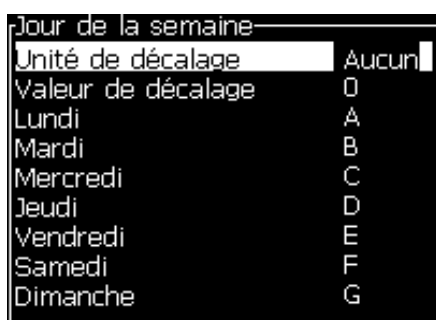

Figure 5-46 : Code du Jour de la semaine
- 3 Sélectionnez *Définir Code Jour Semaine* appuyez sur *Entrée* pour ouvrir la boîte de dialogue *Jour Semaine* (voir Figure 5-46).